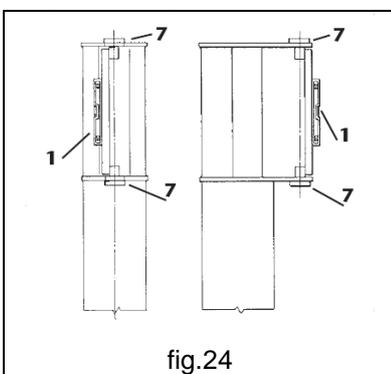

fig.24
- c. Vérifier la verticalité de l'axe de rotation, en utilisant pour cette opération un niveau **L** et une barre qui devra être posée directement sur les tourillons de rotation **7** (fig.24).